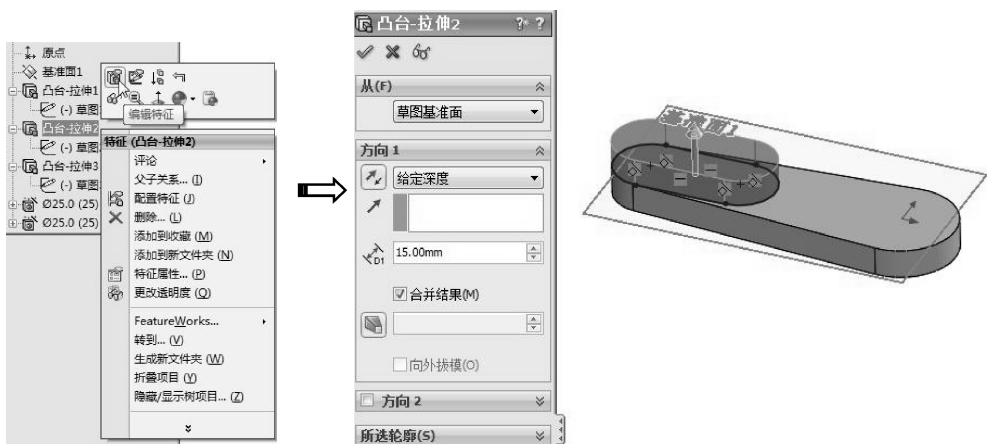

图 5-20 编辑拉伸特征
- 08 修改【凸台-拉伸2】特征，更改高度值 9 为 15，如图 5-20 所示。